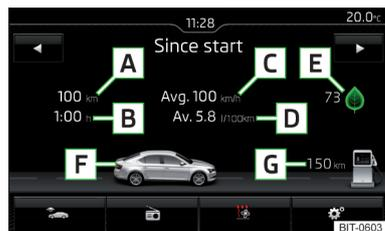

Abb. 27
**Bildschirmanzeige** » Abb. 27